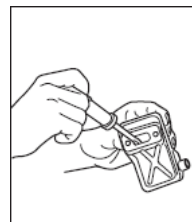

FIG. 17
- Îndepărtați amortizorul de zgomot (fig. 17), introduceți o șurubelniță în orificiul de evacuare și ștergeți orice depuneri de carbon. În același timp, ștergeți orice depuneri de carbon de pe orificiul de evacuare al amortizorului de zgomot și de pe orificiul de evacuare al cilindrului.